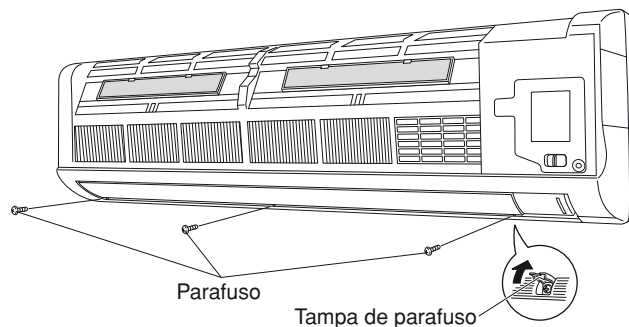

Fig. 17-2
- (2) Retire também os 3 parafusos onde as tampas de parafuso são abertas. (Fig. 17-2)